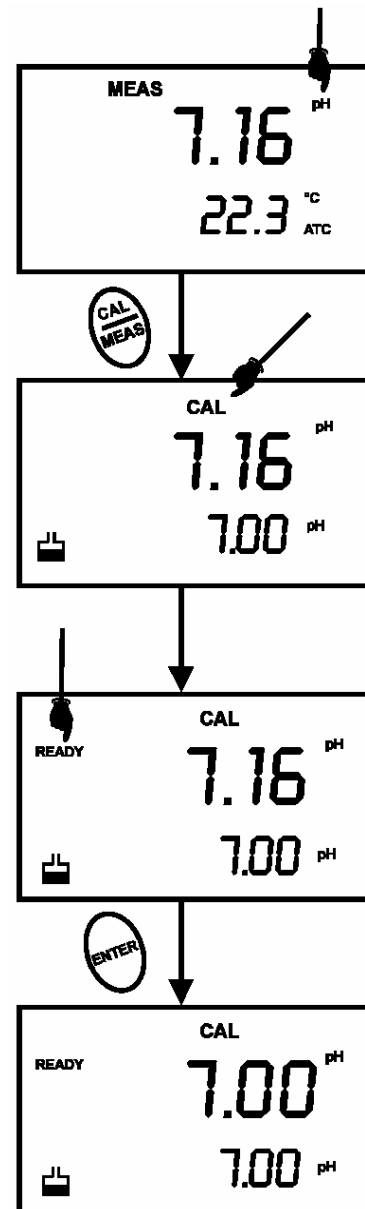

Figure 5 – Etalonnage du pH
5. Attendre que la valeur de pH mesurée se stabilise. Voir figure 5.